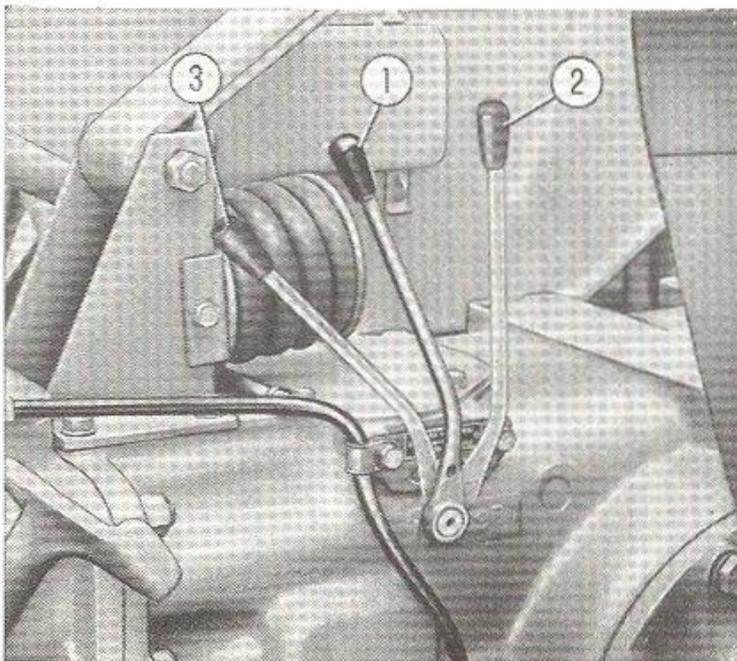

Fig. 5.
10. **Levier d'embrayage de la prise de force et de la poulie de battage:** voir les positions de ce levier à la fig. 5.
11. **Pédale de débrayage:** en la poussant à mi-course on débraille le moteur et, par ce fait, le tracteur s'arrête; si la prise de force est couplée avec la boîte de vitesses, elle s'arrête aussi (levier montré à la fig. 5 déplacé en avant).